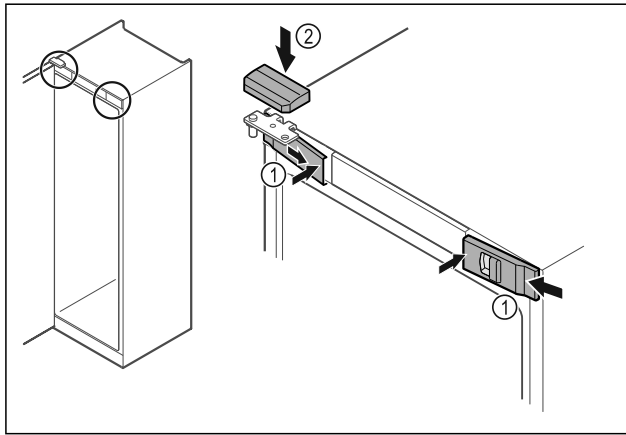

Fig. 50
- ▶ Зацепите скобу и защелкните передние крышки Fig. 50 (1) с внутренней стороны.
- ▶ Защелкните верхнюю крышку Fig. 50 (2) сверху.